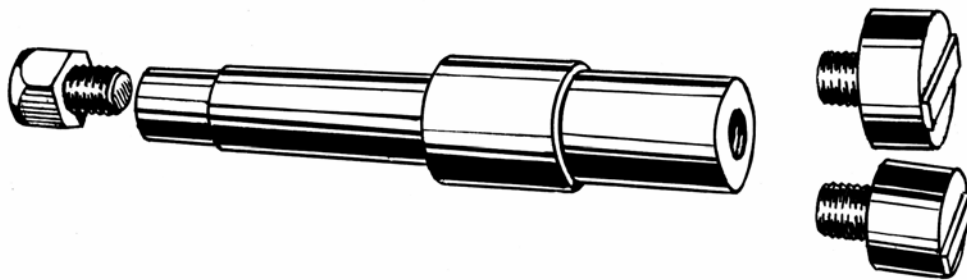

Рис. 5.27. Выколотка-оправка шкворня
- с помощью специальной выколотки (рис. 5.27) со сменными головками выбить шкворень из поворотного кулака вниз;